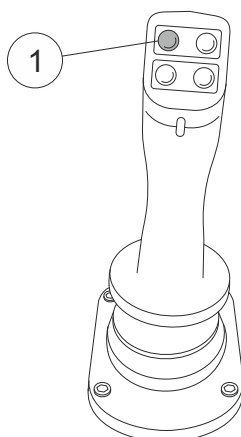

Fig. 97 Desengate do freio de retenção da coroa de orientação
- 1 Pressione o botão (1) na Fig. 97 no joystick esquerdo.